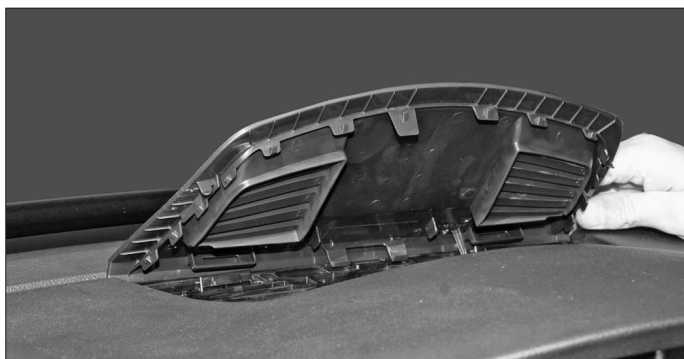

FIG. 25
• Dégrafer la grille de ventilation du pare-brise (Fig.25).